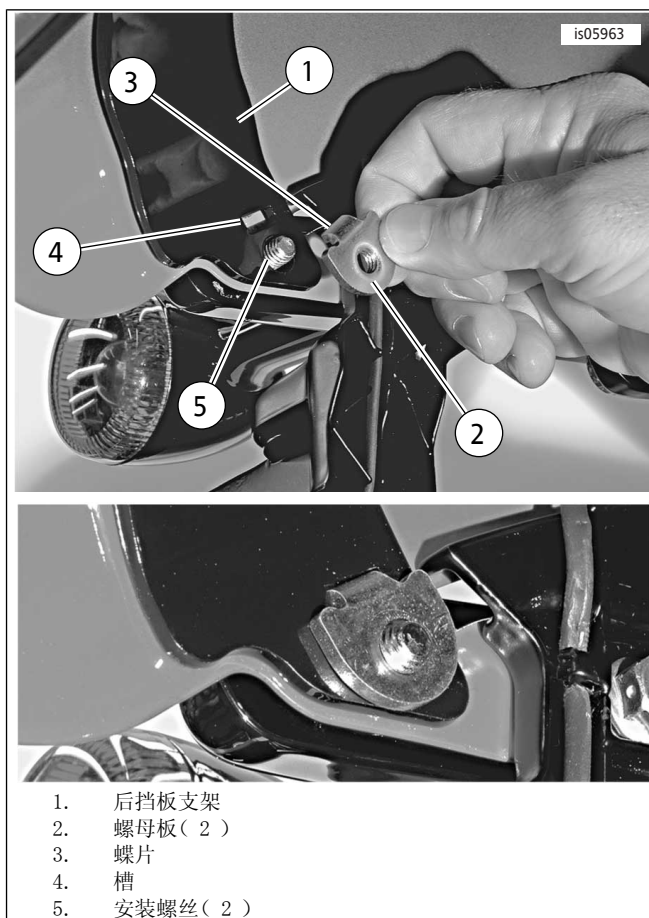

图3。后挡板螺母板
- 参见图3。确保在用挡板最后端的安装螺丝（5）固定螺母板时，螺母板（2）上的蝶片（3）安装至挡板支架（1）上的槽（4）中。